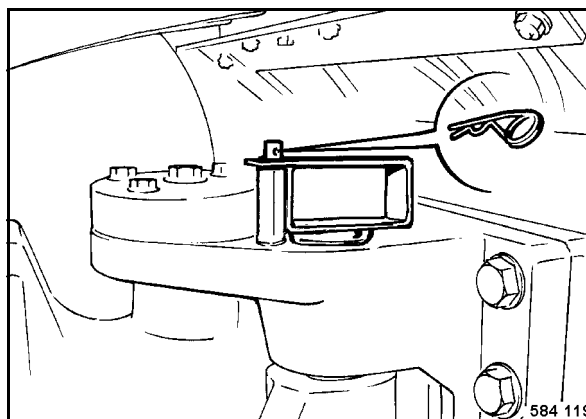

fig. 66
- Enclencher la sécurité d'articulation puis l'assurer avec l'agrafe (fig. 66).